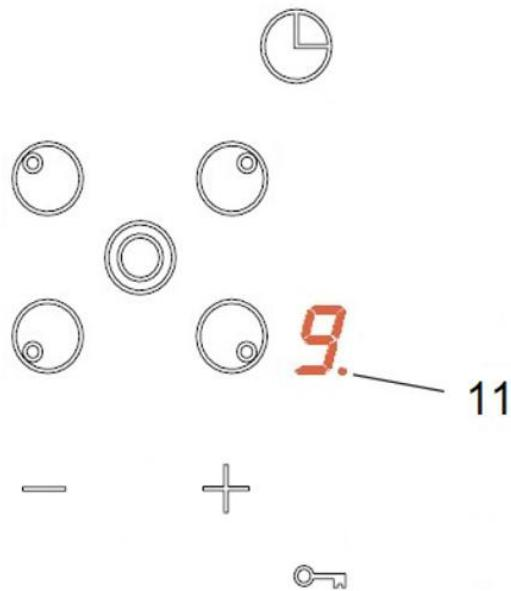

Рис. 9
Для ускорения начального нагрева следует, находясь на уровне мощности «9», очередной раз нажать на кнопку [+], которая активирует функцию «Быстрый нагрев». На дисплее уровня мощности нагрева будет отображаться цифра 9 с точкой (11) (рис. 9).